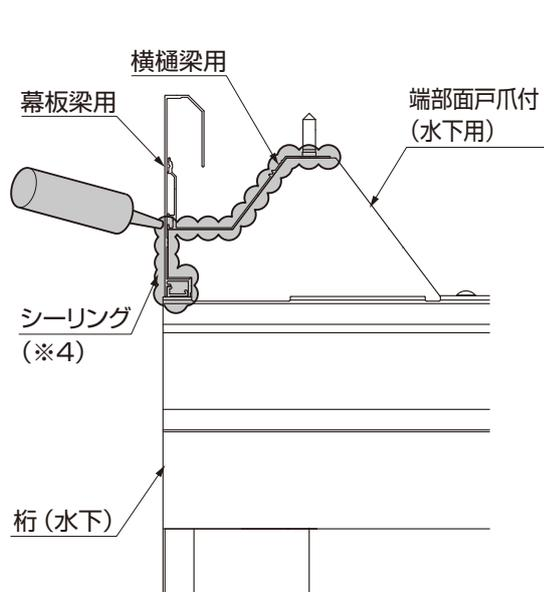
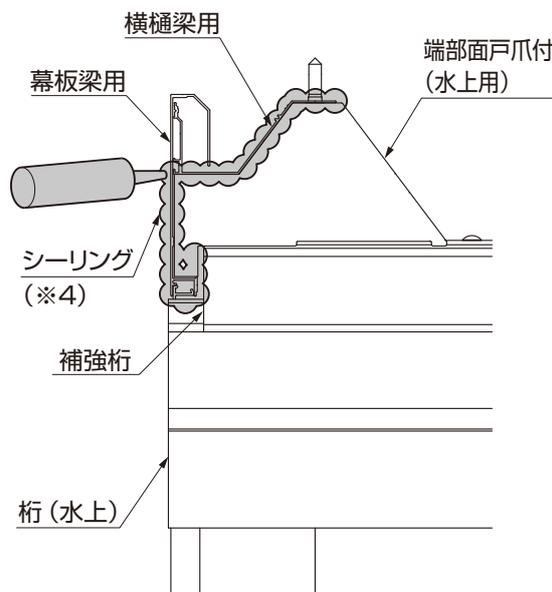

図15-6 A部詳細図
図15-7 B部詳細図
- ③ 端部面戸爪付の水上用と水下用の端部にシーリング(※4)をしてください。(図15-6、図15-7参照)